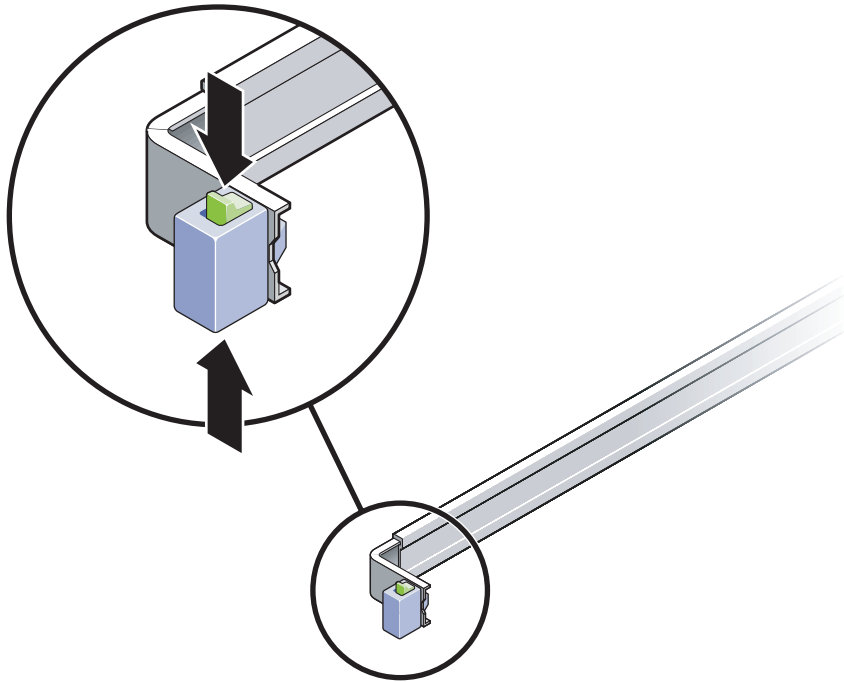

ABBILDUNG 2-1 Entsperren der Schienenbaugruppe
- a. Drücken Sie hierzu die obere und die untere Sperrtaste der Schienensperre gleichzeitig nieder (ABBILDUNG 2-1).